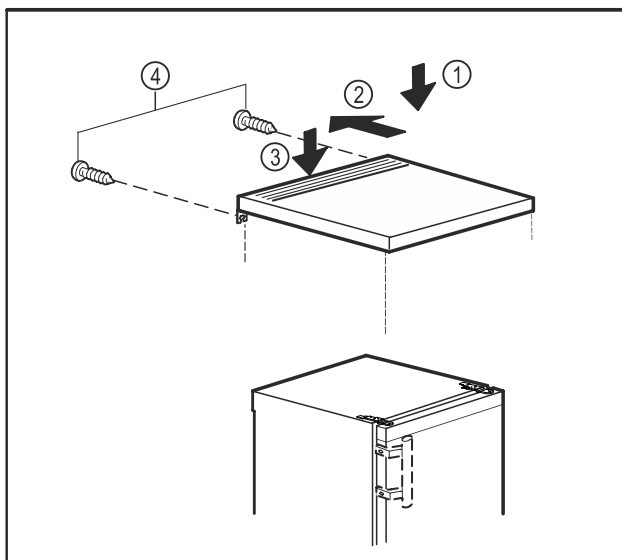

Fig. 10
- Posizionare il ripiano sull'apparecchio. Fig. 10 (1)
- Spostare il ripiano esterno superiore all'indietro. Fig. 10 (2)
- Spingere il ripiano esterno superiore verso il basso. Fig. 10 (3)
- Stringere le viti sul retro. Fig. 10 (4)